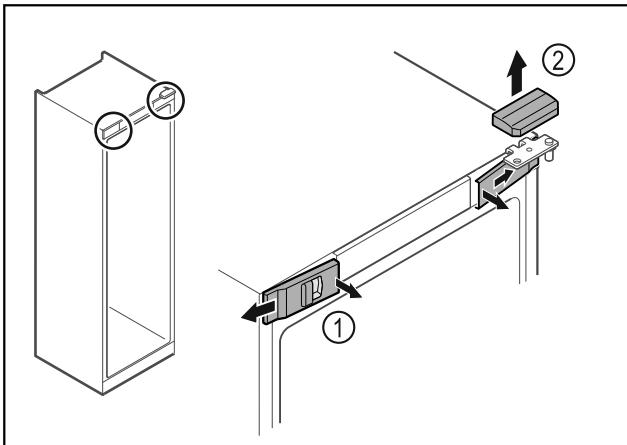

Fig. 7*
- Deblocați apărătorile frontale din interior Fig. 7 (1) și detașați-le în lateral.*
- Scoateți în sus Fig. 7 (2) apărătoarea.*